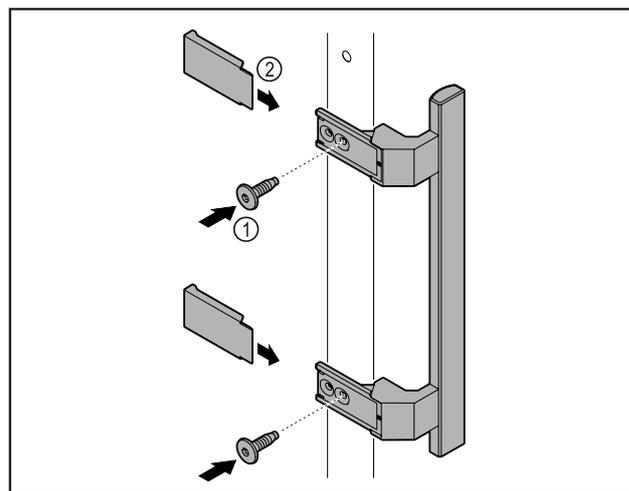

Fig. 2
- Установите на двери ручку из набора принадлежностей, используя прилагающиеся винты Fig. 2 (1).
- Установите крышку Fig. 2 (2).